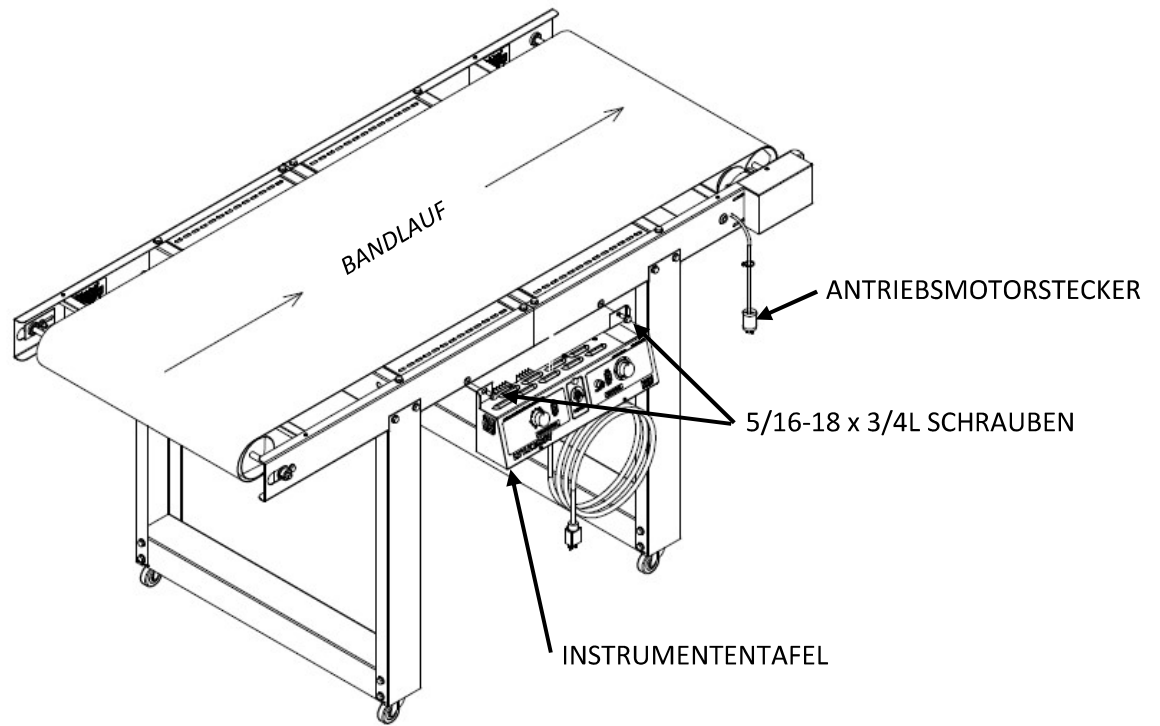

Abbildung 5
1. Verwenden Sie zwei **5/16-18 x 3/4L SCHRAUBEN**, um die **BEDIENKONSOLE** am **FÖRDERER** zu befestigen (siehe **Abbildung 5**).